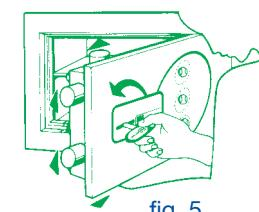

fig. 5
- Actionner la clé et faire sortir les pênes de leur logement (fig. 5) comme pour fermer le coffre-fort.